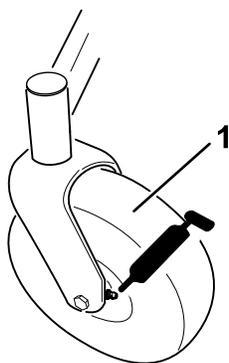

Рисунок 29
3. Очистите масленки (Рисунок 29) ветошью.
4. Присоедините к каждой масленке смазочный шприц (Рисунок 29).